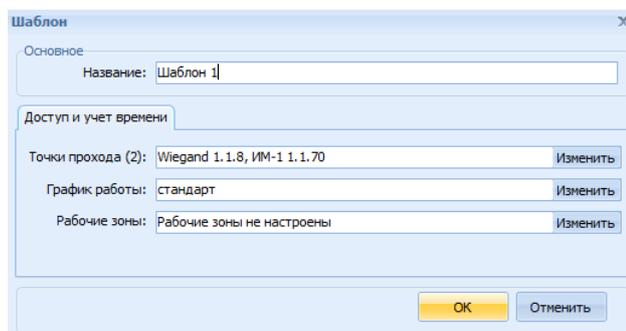

Рисунок 23.23 Создание шаблона
- 4) После сделанных настроек в окне «Шаблон» нажать кнопку **ОК** (Рисунок 23.23).